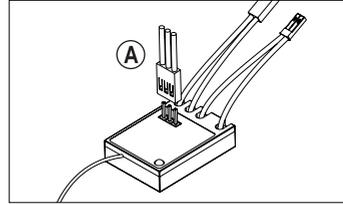

Bild 6
In Bild 6 sehen Sie auch den Anschlussstecker des Lenkservos (A). Der Stecker kann nur in zwei Positionen an den Empfänger angesteckt werden. Der Servostecker ist dann korrekt angesteckt, wenn das braune (bzw. schwarze) Kabel des Servosteckers auf „-“ (Minus) eingesteckt wird (Kennzeichnung am Empfänger beachten).